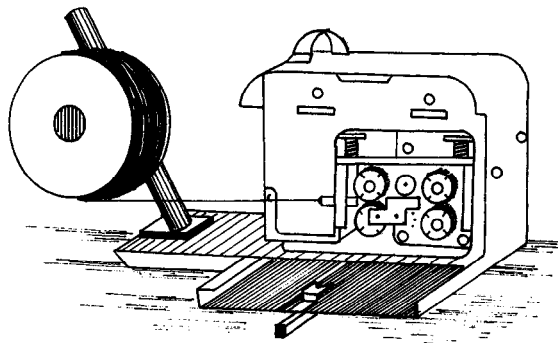

Figura 3.6
- a) Fije el carrete de alambre al porta-carrete (Figura 3.6).